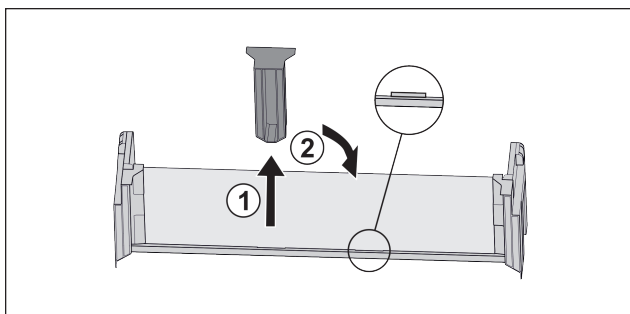

Fig. 110
- ▶ Snemite sredinski držalni del Fig. 110 (1).
- ▶ Sredinski držalni del vstavite na drugem položaju Fig. 110 (2).